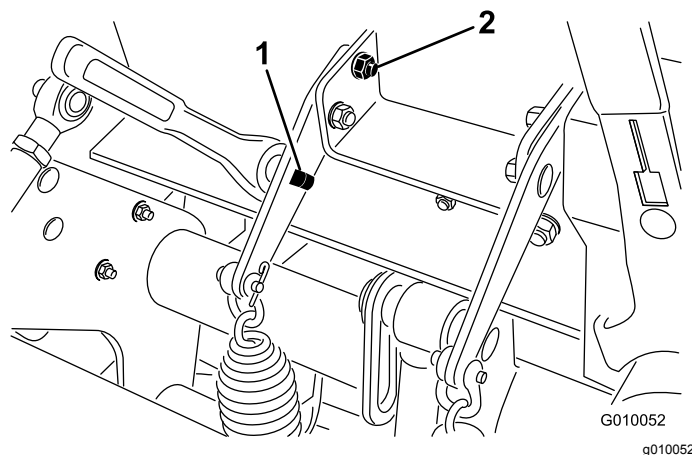

图30
- 将一个 13mm 的棘轮或呆套筒扳手插入弹簧板上的方孔图30。